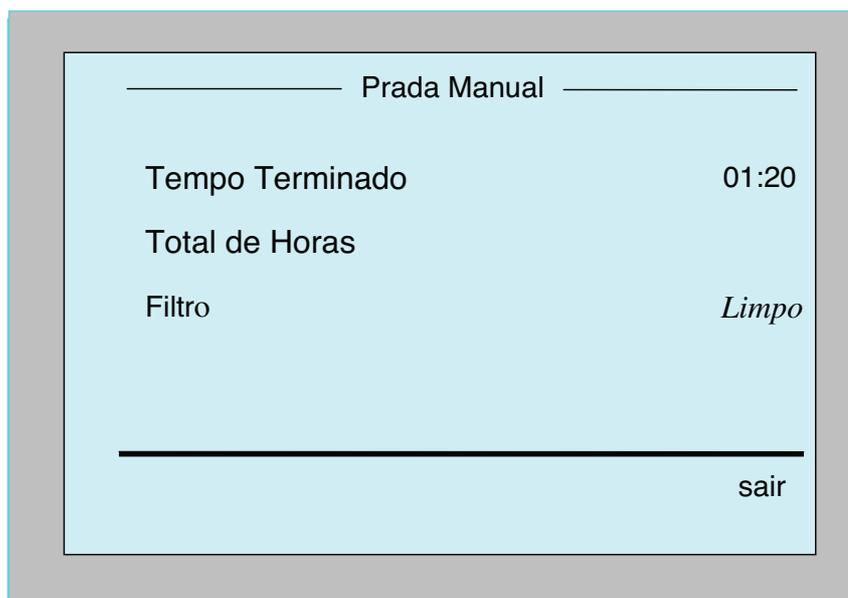
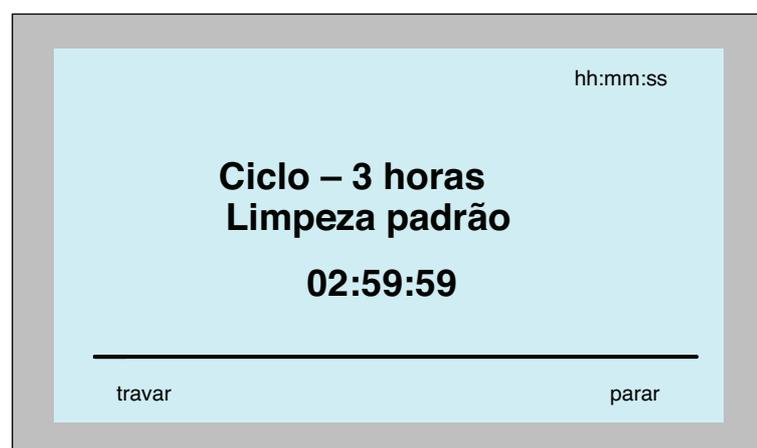

Figura 6: Tela Parada manual
Figura 4: Tela da contagem regressiva para uma sessão de 3 horas
1. A partir da tela da contagem regressiva (Figura 4), pressione **Stop** (Parar). A tela do MMI exibe a mensagem: "Stopping robot – please wait" (Parando o robô. Aguarde.). Após 5 segundos, a tela *Manual Stop* (Parada manual) é exibida (Figura 6).
O robô começa seu ciclo de limpeza e o MMI exibe a tela da contagem regressiva (Figura 4):